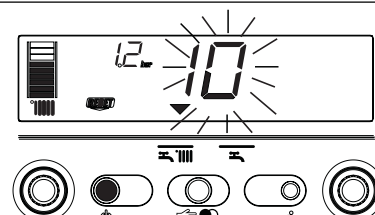

Fig. 38
2) Kun symbolet (RESET) vises (fig. 38)